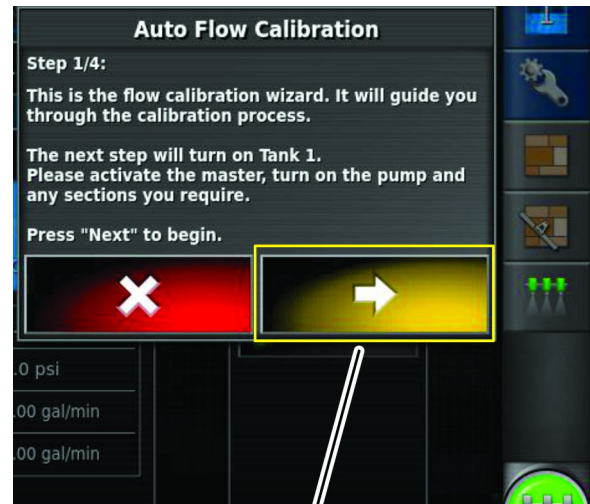

Bild 169
- Tippen Sie in Schritt 1 von 4 des Assistenten für die automatische Durchflussskalibrierung auf das Weiter-Symbol (Bild 169).